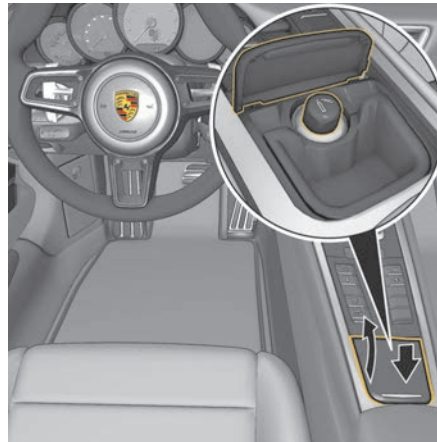

Fig. 118 : Utilisation de l'allume-cigare
1. Appuyez brièvement sur le couvercle du cendrier (fig. 118, flèche).